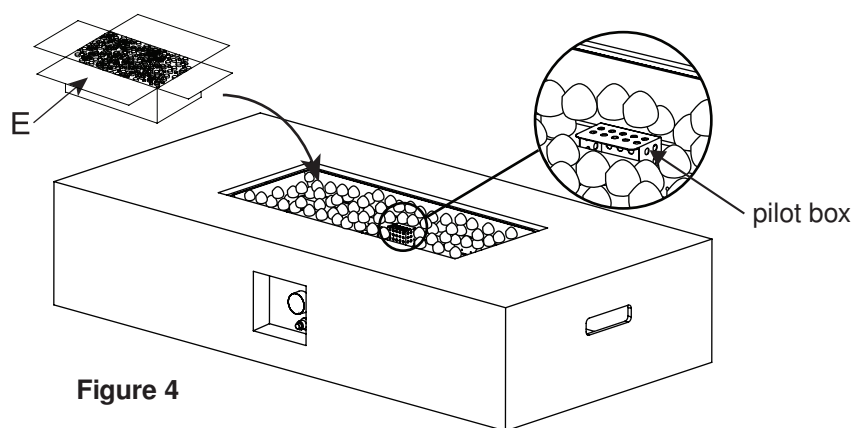

Figure 4
5. Häll lavastenarna (E) i eldbädden i eldstadens kropp (B) (se Figure 4).